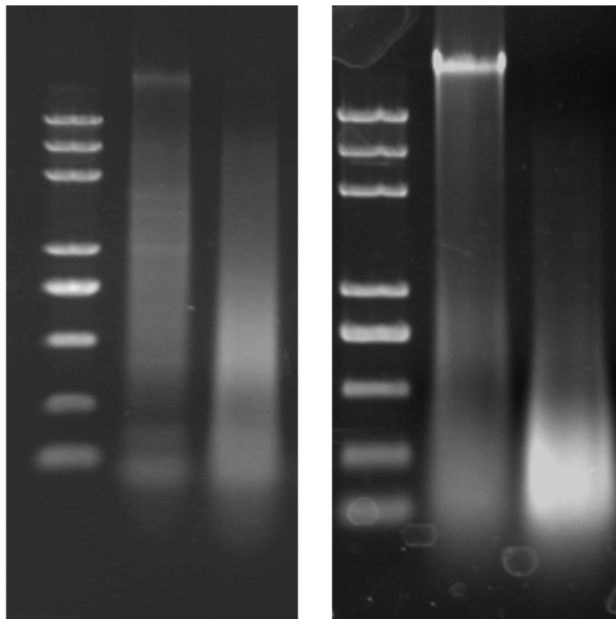

图 1. 不同超声时间下染色质的片段化范围
- 3) *开启超声波仪，仪器工作约 15 分钟左右，样品可打碎至 400-1,000bp 之间。工作约 30 分钟左右，样品可打碎至 200bp 左右 (见图 1)。*